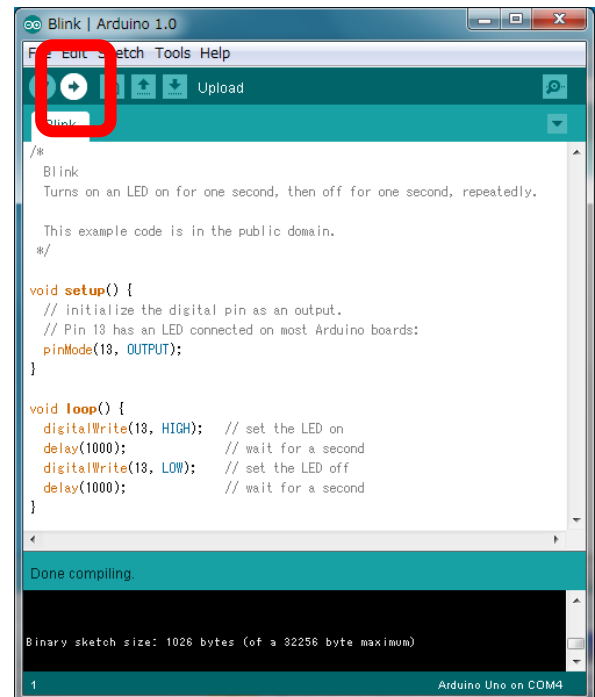

図 6
- d) ベリファイ（コンパイル）が終了したら隣の矢印ボタンで実行可能プログラムを Arduino に送ります（アップロード）。図 6 参照